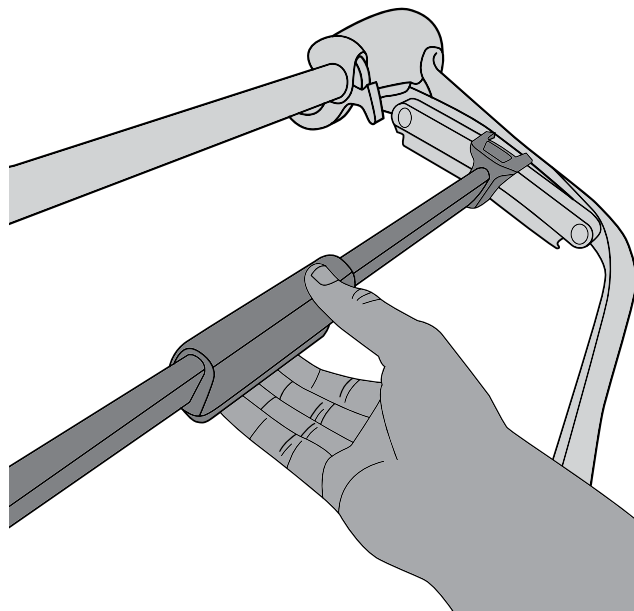

Figura 23
1. Para ajustar el asiento reclinable, pulse el botón amarillo del soporte del asiento, deslice hasta el ajuste deseado y suelte el botón amarillo (Figura 23).